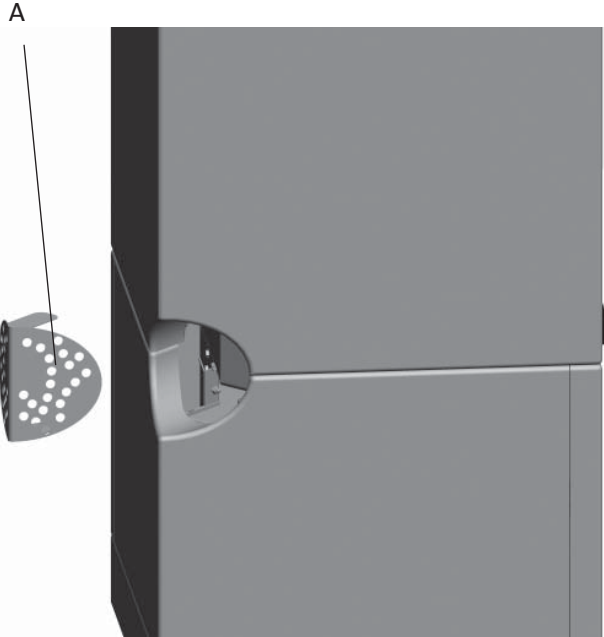

Fig.13
11. Installieren Sie das Rauchgasrohr (**Abb. 13 A**) mit Dämpfer (**Abb. 13 B**) gemäß der Montage- und Bedienungsanleitung für Scan DSA 10 (im Lieferumfang des Einsatzes).